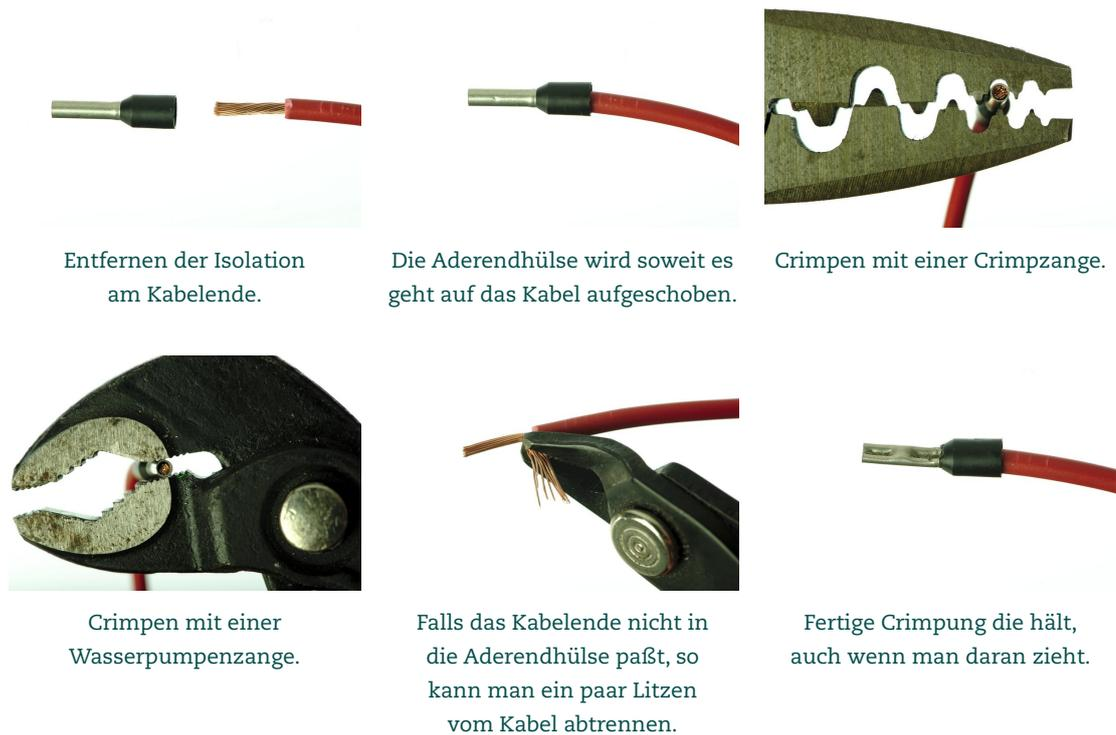

Abbildung 1 Crimpen der Aderendhülsen
Zum Crimpen der Aderendhülsen ist es am besten, eine professionelle Aderendhülsen-crimpzange zu benutzen. Wenn eine solche nicht verfügbar ist, kann das Crimpen auch z.B. mit einer Wasserpumpenzange erfolgen. Wenn Zweifel an der Qualität der Crimpung besteht, so können die Aderendhülsen auch angelötet werden. Dies sollte allerdings vermieden werden, wenn möglich. Der Crimpingprozeß ist in Abbildung 1 dargestellt.
- Den Magnetring so weit drehen, bis der S-Magnet kurz vor dem Sensor (roter Pfeil, siehe Bild 1) steht.